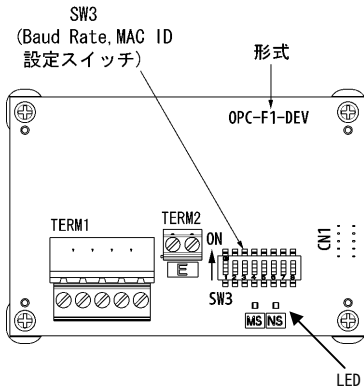

図1 カード表面
- (1) DeviceNet インターフェースカードが入っていることを確認してください。
- (2) カード上の部品の破損、凹み、反りなど輸送時での破損がないことを確認してください。
- (3) カード上に形式「OPC-F1-DEV」が印刷されていることを確認してください。(図1)